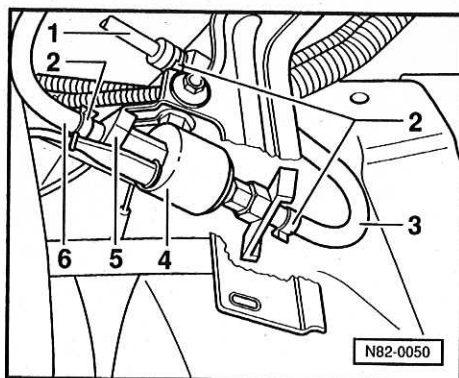

Fig. 1 Pompe à carburant -G23-: dépose et repose
- ♦ Déposer ⇒ fig. 1
- ♦ Déposer et reposer ⇒ fig. 1